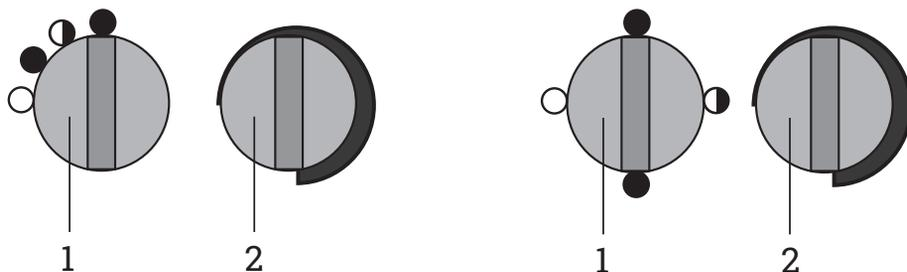

Рис. 2. Варианты блока управления
1. Установить ручку переключателя режимов (1) в положение «0». Повернуть ручку терморегулятора (2) в крайнее против часовой стрелки положение.
2. Для подключения к стационарной электросети тепловая пушка комплектуется сетевой вилкой (установлена на корпусе тепловой пушки) и ответной сетевой розеткой. Кабель питания в комплект поставки не входит. Схему расположения контактов на вилке см. в приложении на рис. 2.
Для включения тепловой пушки в режиме вентиляции необходимо установить переключатель режимов (1) (рис. 2) в положение «1» (вентиляция без нагрева) . При этом начнет работать вентилятор.
Для выключения тепловой пушки необходимо установить переключатель режимов (1) (рис. 2) в положение «0» (выключено). При этом вентилятор должен отключиться. Отключить тепловую пушку от источника питания.
Установить ручку переключателя режимов (1) (рис. 2) в положение «2».
Повернуть ручку терморегулятора (2) (рис. 2) по часовой стрелке до включения нагревателей. С помощью этой ручки задается необходимая температура в помещении до +40 °С. По достижении заданной температуры терморегулятор отключает нагреватели.
Перевести ручку терморегулятора (2) (рис. 2) в крайнее против часовой стрелки положение.
Установить переключатель режимов (1) (рис. 2) в положение «1» (вентиляция без нагрева) и дать поработать тепловой пушке в режиме вентиляции не менее 60 секунд для охлаждения нагревателей.
Внимание! Частое срабатывание устройства аварийного отключения не является нормальным режимом работы тепловой пушки. При появлении признаков ненормальной работы установить переключатель режимов (1) (рис. 2) в положение «0» (выключено). Вынуть вилку из розетки и выяснить причины, вызывавшие аварийное отключение. Устранить их.